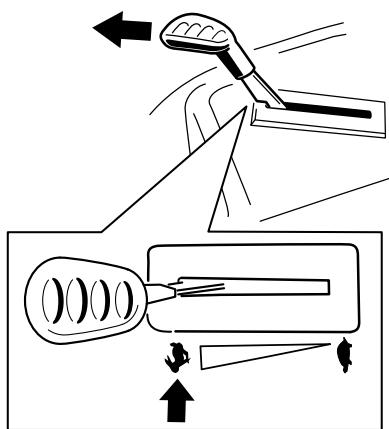

Figura 27
**Nota:** Siempre engrane las cuchillas con el acelerador en la posición de RÁPIDO (Figura 27).